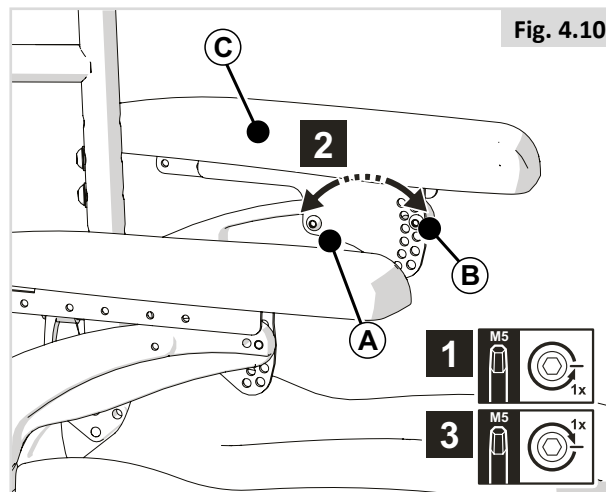

Fig. 4.10
DEEL 2 (fig. 4.10)
Om de achterste schroef bij een lage armleggerhoogte te bereiken, draait u schroeven (A) van fig. 4.10 los en past u eerst de hoek van het kussen aan.